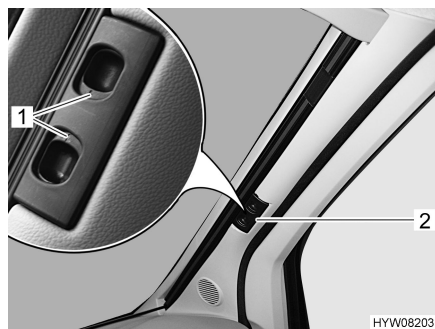

Fig. 17 Dispositif occultant plissé pour le pare-brise
- Presser les poignées de déverrouillage (Fig. 17,1) et les maintenir pressées.
- Tirer le dispositif occultant plissé pour le pare-brise par la poignée (Fig. 17,2) vers le centre de la fenêtre.
- Pousser les deux moitiés du dispositif occultant plissé pour le pare-brise par la poignée (Fig. 17,2) à fond vers l'extérieur.
- Lâcher les poignées de déverrouillage (Fig. 17,1) et les faire s'enclencher.